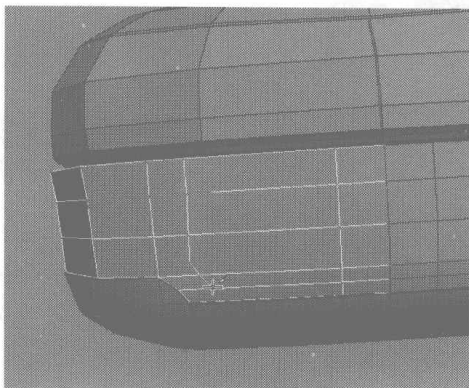

图 4.330
- 12** 单击右键，在弹出的快捷菜单中选择 Cut 命令，在如图 4.330 所示的位置添加细分线，并调整其节点。